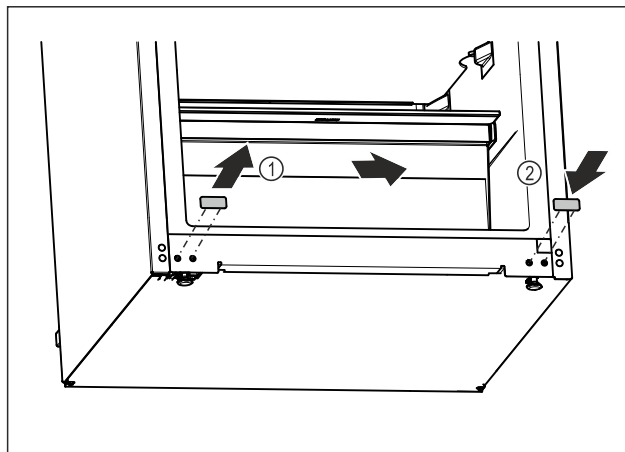

Fig. 20
- ▶ Hiqni tapat mbuluese. Fig. 20 (1)
- ▶ Vendosi tapat mbuluese në anën e kundërt. Fig. 20 (2)